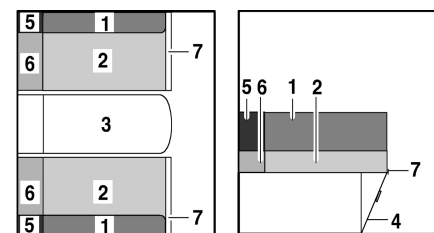

Bild 88 Nach dem Vergrößern
- Sitzbankverlängerung (Bild 88,7) nach oben klappen und mit Klappe (Bild 88,4) verkeilen.
- Die Rückenpolster (Bild 88,1) und die Sitzpolster (Bild 88,2) auf die Sitzbankverlängerung ziehen.
- Die Zusatzpolster (Bild 88,6) zwischen die Sitzpolster und die Außenwand legen.
- Die Zusatzpolster (Bild 88,5) zwischen die Rückenpolster und die Außenwand legen.